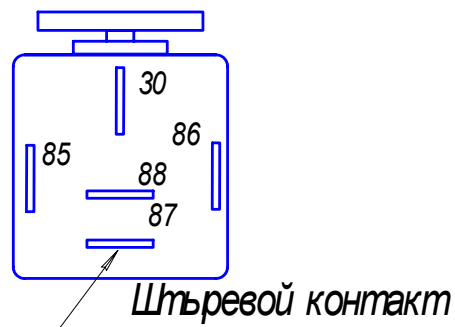

Рис.47 - Штыревые контакты реле вентилятора
-замерить сопротивление катушки на штыревых контактах 85 и 86 (см. Рис. 47)